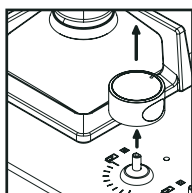

Fig. 27
2. Retire la perilla del control halando hacia arriba, ver fig. 27.